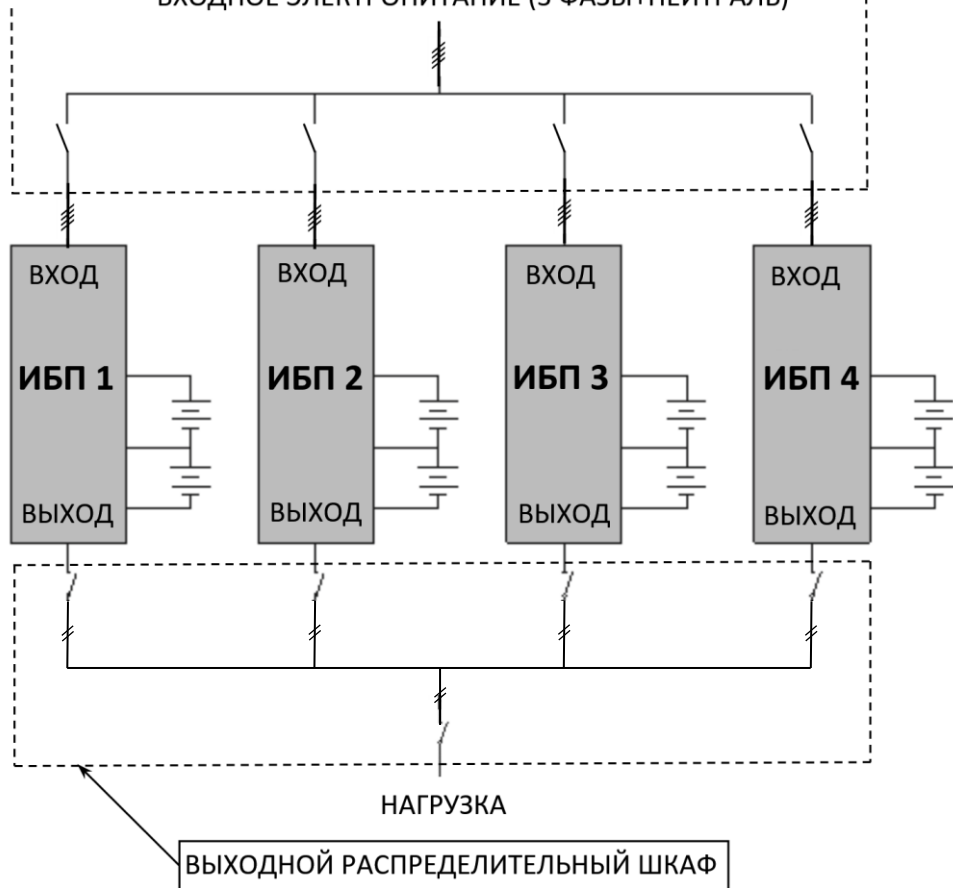
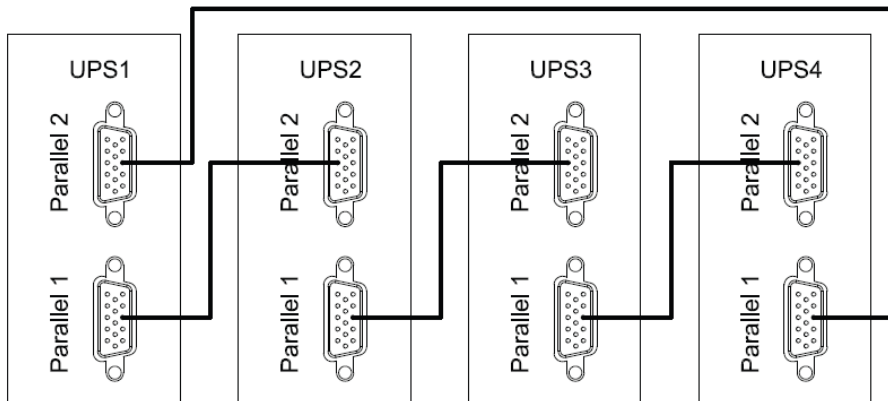

Рисунок 22 — Пример схемы подключения четырех изделий в систему параллельного резервирования с выходным распределительным шкафом.
Рисунок 23 — Схема соединения изделий в «кольцо» через параллельные порты.
Изделие имеет встроенный параллельный контроллер и может работать в системе бесперебойного питания с параллельным резервированием (см. рисунок 22 и рисунок 23). Целью такой системы является либо повышение надежности (резервирование), либо увеличение общей выходной мощности (масштабирование).
Установите дополнительные внешние выходные выключатели (см. рисунок 22) между выходными клеммами каждого изделия и общими шинами, тщательно соблюдая фазировку.
- отключите входное сетевое питания каждого изделия, убедитесь в том, что все внешние выключатели разомкнуты (см. рисунок 22);
- Включите внешний защитный автоматический выключатель АКБ (SF) (см. рисунок 23), **подождите около 30 секунд**;
- Выключите внешний защитный автоматический выключатель АКБ (SF) (см. рисунок 23);